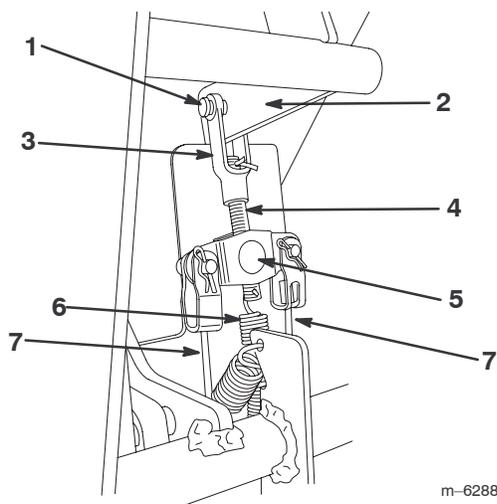

Figure 35
2. Vérifiez les câbles de frein au niveau de l'équilibreur (situé sous le tableau de bord) et évaluez à quelle hauteur l'équilibreur doit être placé sur la tige de frein pour supprimer entièrement le mou des câbles (Fig. 35).
3. Enlevez la goupille fendue et l'axe de fixation de la chape sur la tige de frein (Fig. 35).
4. Décrochez le ressort du bas de la tige de frein (Fig. 35).
6. Vissez ou dévissez la tige de frein dans l'équilibreur selon besoin pour supprimer le mou des câbles de frein (Fig. 35). Ne tendez pas les câbles excessivement.
7. Accrochez le ressort dans le trou de la tige de frein (Fig. 35).
8. Accouplez la chape de la tige de frein au levier de frein à l'aide de l'axe et de la goupille fendue retirés précédemment (Fig. 35).